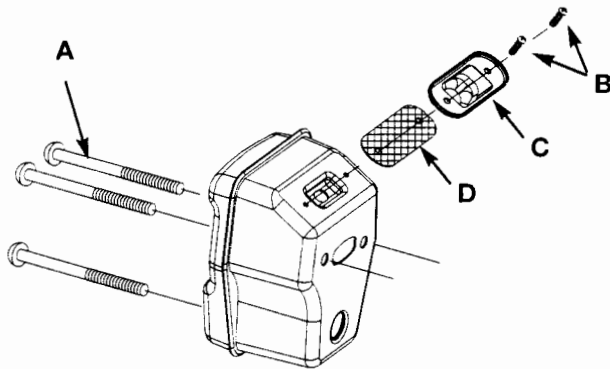

Fig. 29
2. Enlevez les 2 vis (B) qui soutiennent le couvercle du stoppeur d'étincelles (C) (Fig. 29).
3. Débarrassez-vous de l'écran stoppeur d'étincelles endommagé (D) et changez-le avec un nouveau.